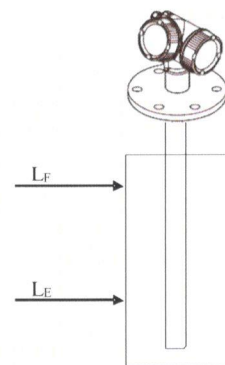

Рисунок 3 - Установка
6.4.1.3 При поверке с демонтажем уровнемера используют установку, имитирующую резервуар с жидкостью (рисунок 3). Уровнемер закрепляют на кронштейне (или подставке), который можно перемещать вверх и вниз вдоль вертикальной стойки, выше резервуара. Уровень жидкости в резервуаре может задаваться и измеряться с помощью градуированной шкалы на стенке (цена деления 1 мм) или с помощью рулетки. При проведении измерений поверхность жидкости в резервуаре должна быть ровной/спокойной, перемещающее устройство в резервуаре (при его наличии) отключено. Заполнение/опорожнение резервуара не допускают.